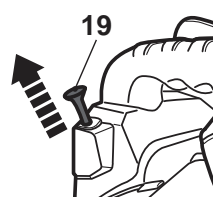
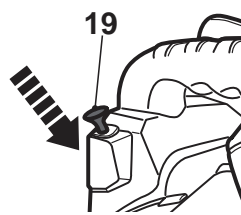

Fig. 24b
Fig. 27
5. Sortez le starter (19) en position fermée (position de démarrage) (Fig. 24b).
7. Enfoncez complètement le bouton du starter (19) (Fig.27).
11. Poussez la poignée de frein (5) vers l'avant pour vous assurer que le frein fonctionne, puis déverrouillez le frein.
12. Saisissez l'appareil à deux mains, la main gauche sur la poignée avant (29) (pas sur la poignée de frein!) et la main droite sur la poignée arrière (1).
4. Tirer complètement le bouton du starter (19) (Fig. 24b), puis enfoncer complètement le bouton du starter (19) (Fig. 27).